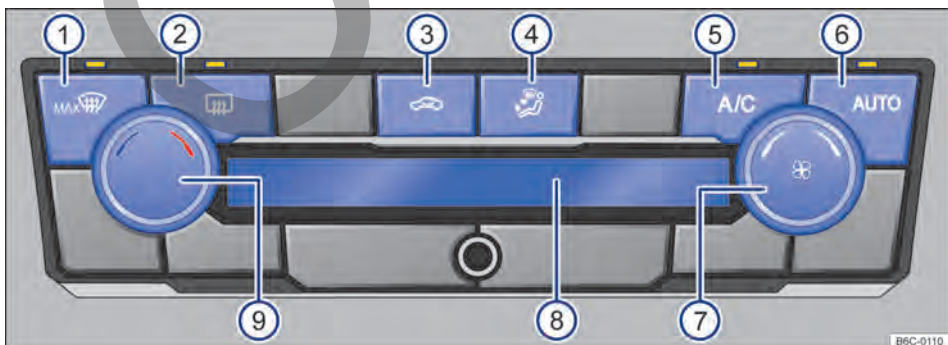

Fig. 88 Comandos del Climatronic.
- *Climatronic*: girar el regulador del ventilador a la izquierda hasta el tope → fig. 88 ⑦.
Con la tecla **AUTO** → fig. 88 ⑥ se puede encender el modo automático del Climatronic.
El modo automático garantiza temperaturas constantes dentro del vehículo. La temperatura del aire, el volumen de aire y la distribución de aire se regulan automáticamente. El funcionamiento automático se apaga cuando la ventilación se cambia manualmente o con el cambio de la distribución de aire al presionar la tecla → fig. 88 ④.
- *Climatronic*: girar el regulador giratorio izquierdo → fig. 88 ⑨.
En la pantalla del Climatronic → fig. 88 ⑧ se indica la temperatura ajustada.
- *Climatronic*: girar el regulador del ventilador → fig. 88 ⑦.
- *Climatronic*: presionar la tecla → fig. 88 ④ a la posición deseada, la distribución seleccionada se indicará en la pantalla ⑧.
- *Climatronic*: presionar la tecla **MAX** → fig. 88 ①.